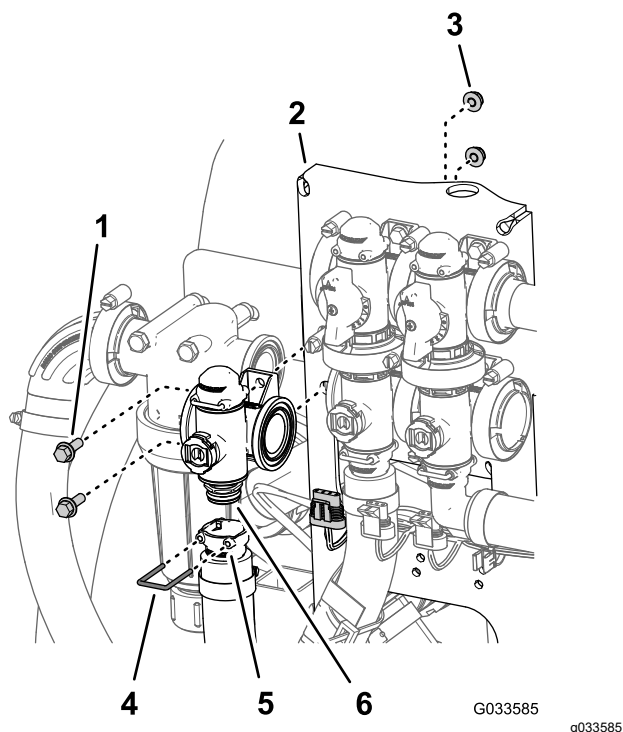

Figure 114
2. Retirez l'étrier qui fixe le raccord de sortie à l'accouplement du collecteur du régulateur de débit (Figure 114).
3. Retirez les 2 boulons à embase ($\frac{1}{4}$ " x $\frac{3}{4}$ ") et les 2 contre-écrous à embase ($\frac{1}{4}$ ") qui fixent le régulateur de débit au support, puis déposez le collecteur de la machine (Figure 114).